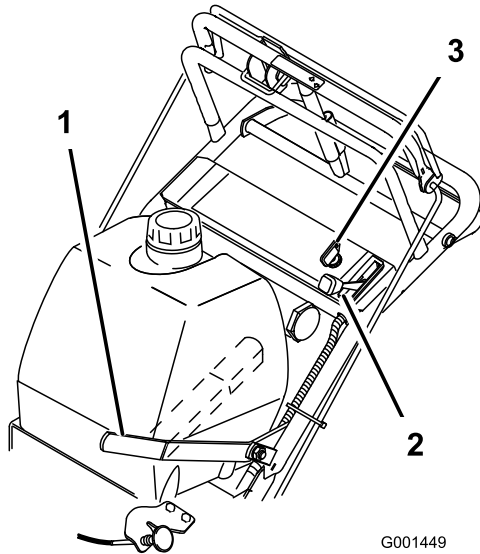

Figure 6
1. Placez la commande d'accélérateur en position BAS RÉGIME (Figure 6).